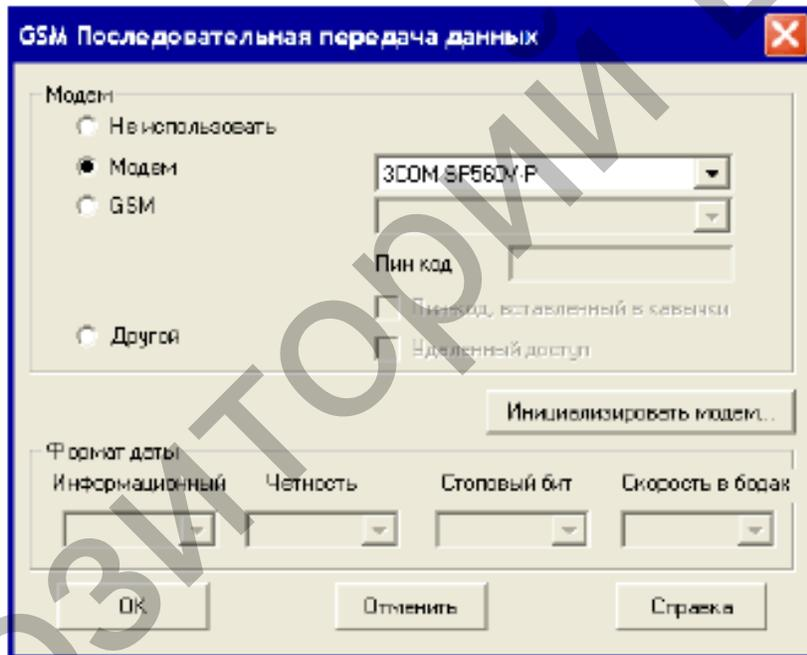

Рисунок 11.7 – Окно выбора опций GSM
7) Щелкните на "OK", чтобы закончить выполнение команды "GSM & последовательная передача данных" в окне "GSM Последовательная передача данных" (рисунок 11.7).